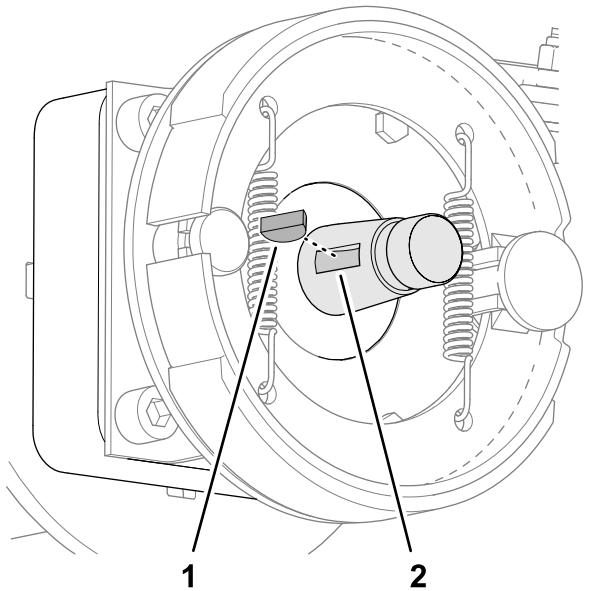

Figura 72
- 2. Inserte la chaveta semicircular en la ranura del eje del motor de rueda (Figura 72).